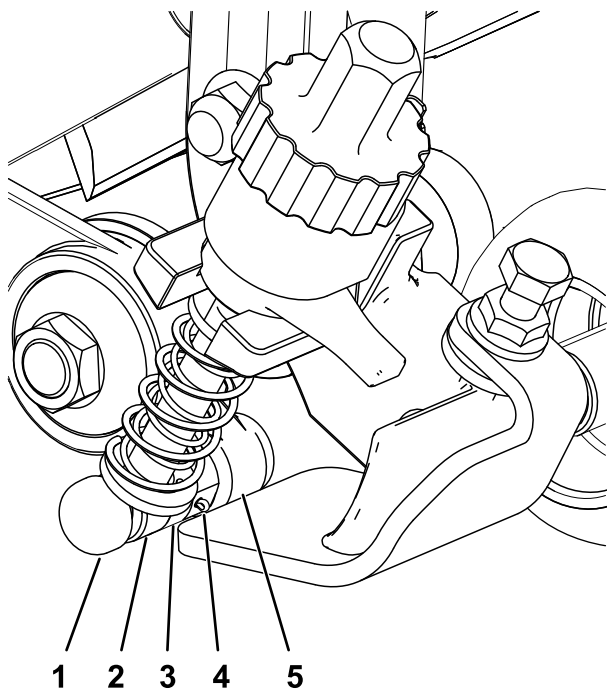

Figura 12
6. Con el molinete inmovilizado, apriete la cabeza hexagonal del eje de la caja de transmisión a 135 – 150 N·m (100 – 110 pies-libra); consulte Figura 12.
- En el lado del brazo libre, alinee la varilla del brazo de ajuste del soporte ADC con el collar de ajuste en el brazo libre y fíjela con un pasador de ajuste y una chaveta (Figura 12).